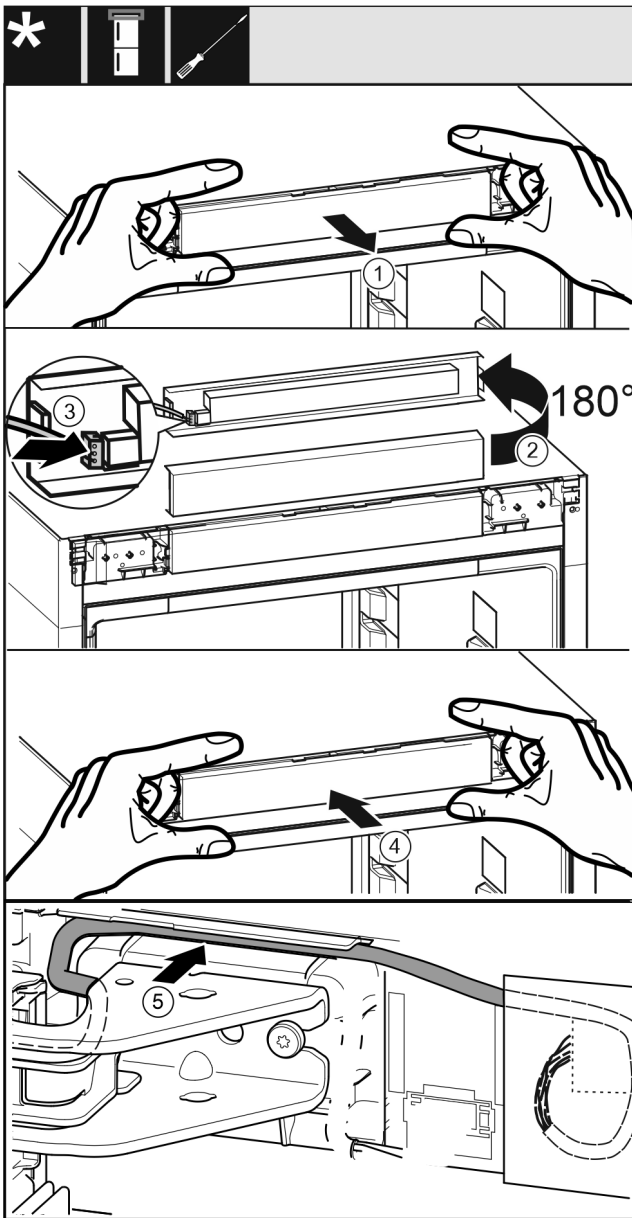

Fig. 53
- ▶ 小心地取出控制面板 Fig. 53 (1)。
- ▶ 将控制面板 Fig. 53 (2)向上旋转 180°。
- ▶ 将插头 Fig. 53 (3)卡紧在控制面板上。
- ▶ 将控制面板 Fig. 53 (4)重新卡紧在冰箱上。
- ▶ 将电缆 Fig. 53 (5)通过上方托架小心地放置到导向装置中。